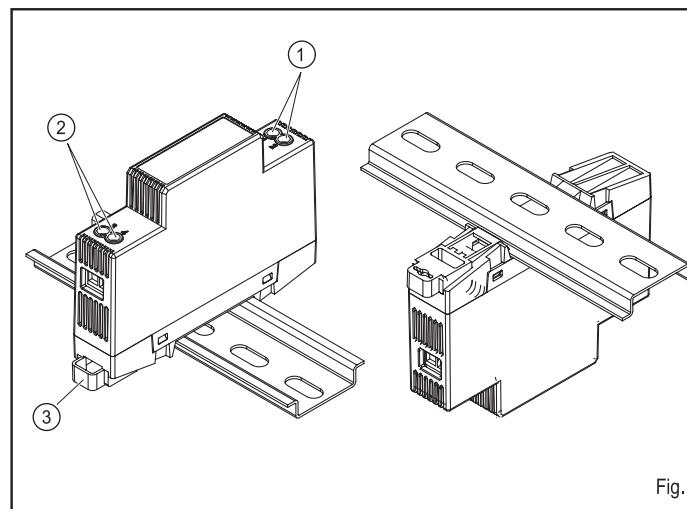

Fig. 1
### 2. Installation Fig. 1, 2
The power supply unit can be shaped onto all 35 mm DIN rails as per EN60715. It should be mounted according to the Fig. 1 pos. 3. The lock part (DC output side) has to be oriented to the down direction.
Cette alimentation s'enclipe sur tous les profils de 35 mm (Rail DIN) selon EN60715. La fixation à une paroi est également possible Fig. 1 pos. 3.
### 4. Input ① , Fig. 1
### 5. Output ② , Fig. 1
### 4. Entrée ① , Fig. 1
### 5. Sortie ② , Fig. 1